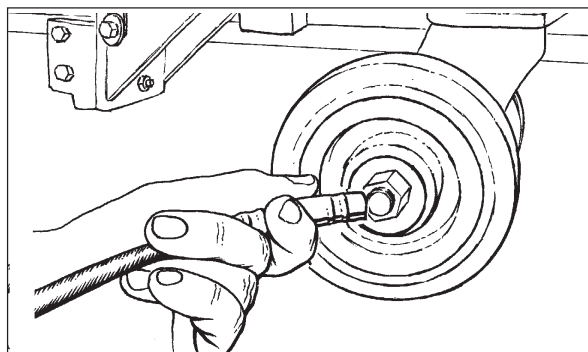

Figure 30
4. Graissez la roulette avec une pompe à graisse (voir figure 30).